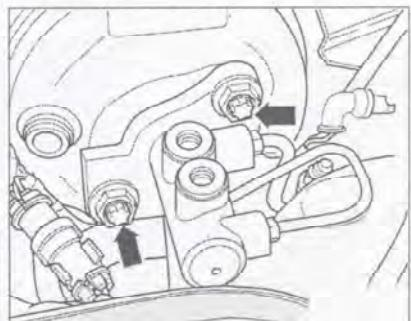

Рис. 7.318. Отверните болты (стрелки) главного тормозного цилиндра.
8. Отверните болты (стрелки) главного тормозного цилиндра (рис. 7.318).
21. Затяните болты (стрелки) главного тормозного цилиндра (рис. 7.318). Момент затяжки: 25 Нм.